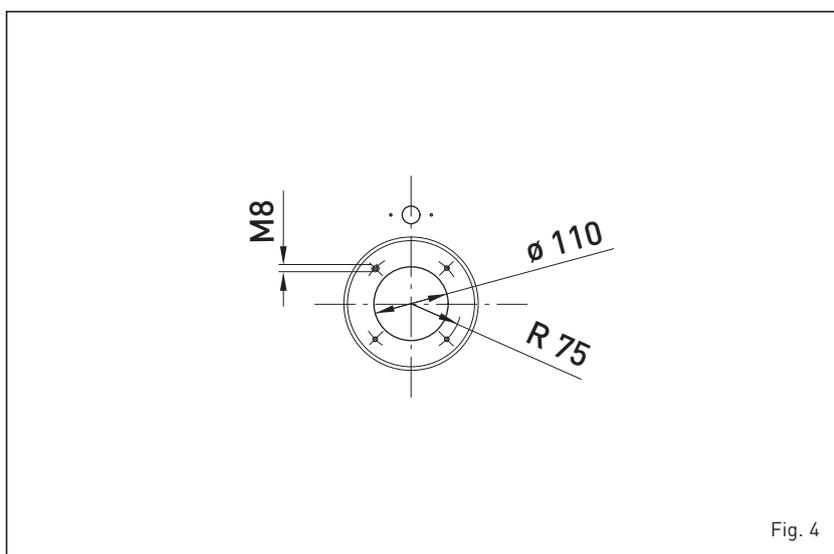

Fig. 4
1.8.1 Montage du brûleur (fig. 4)
La porte de la chaudière est prédisposée pour le montage du brûleur (fig. 4).